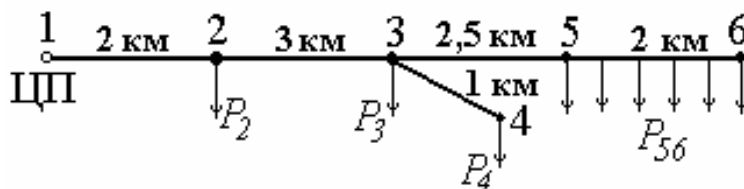

Рис. 37. Схема сети к задаче 12
**Задача 12.** Трехфазная воздушная сеть напряжением  $U_{ном} = 10$  кВ выполнена алюминиевыми проводами марки А-95 на участке 1-3 и А-50 - на участках 3-4 и 3-6. Длины участков показаны на схеме сети (рис. 37). Мощности нагрузок равны: